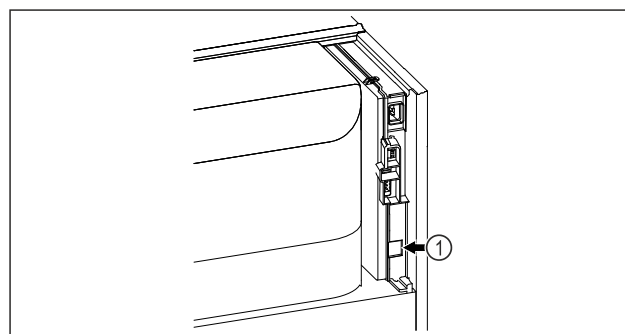

Fig. 125
- Se utiliza SmartModule Fig. 125 (1).